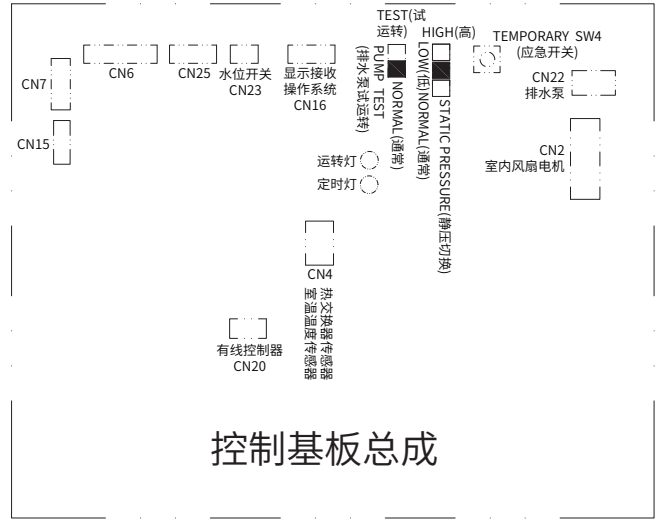

图10
- (5) 在接好电线和排水管后，按下面步骤检查确认水流通畅。
- b. 将控制基板上排水泵拨到“试运转”档。(图10)